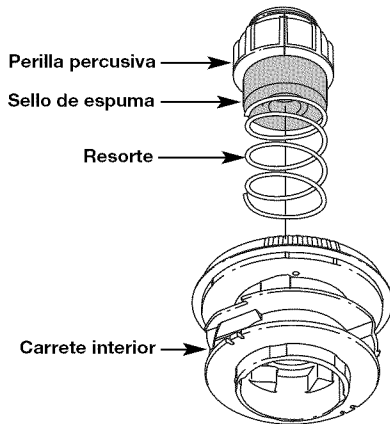

Fig. 18
2. Saque la botón de tope, el resorte y el sello de espuma (Fig. 18).
7. Coloque la botón de tope, el resorte y el sello de espuma en la bobina exterior (Fig. 18).